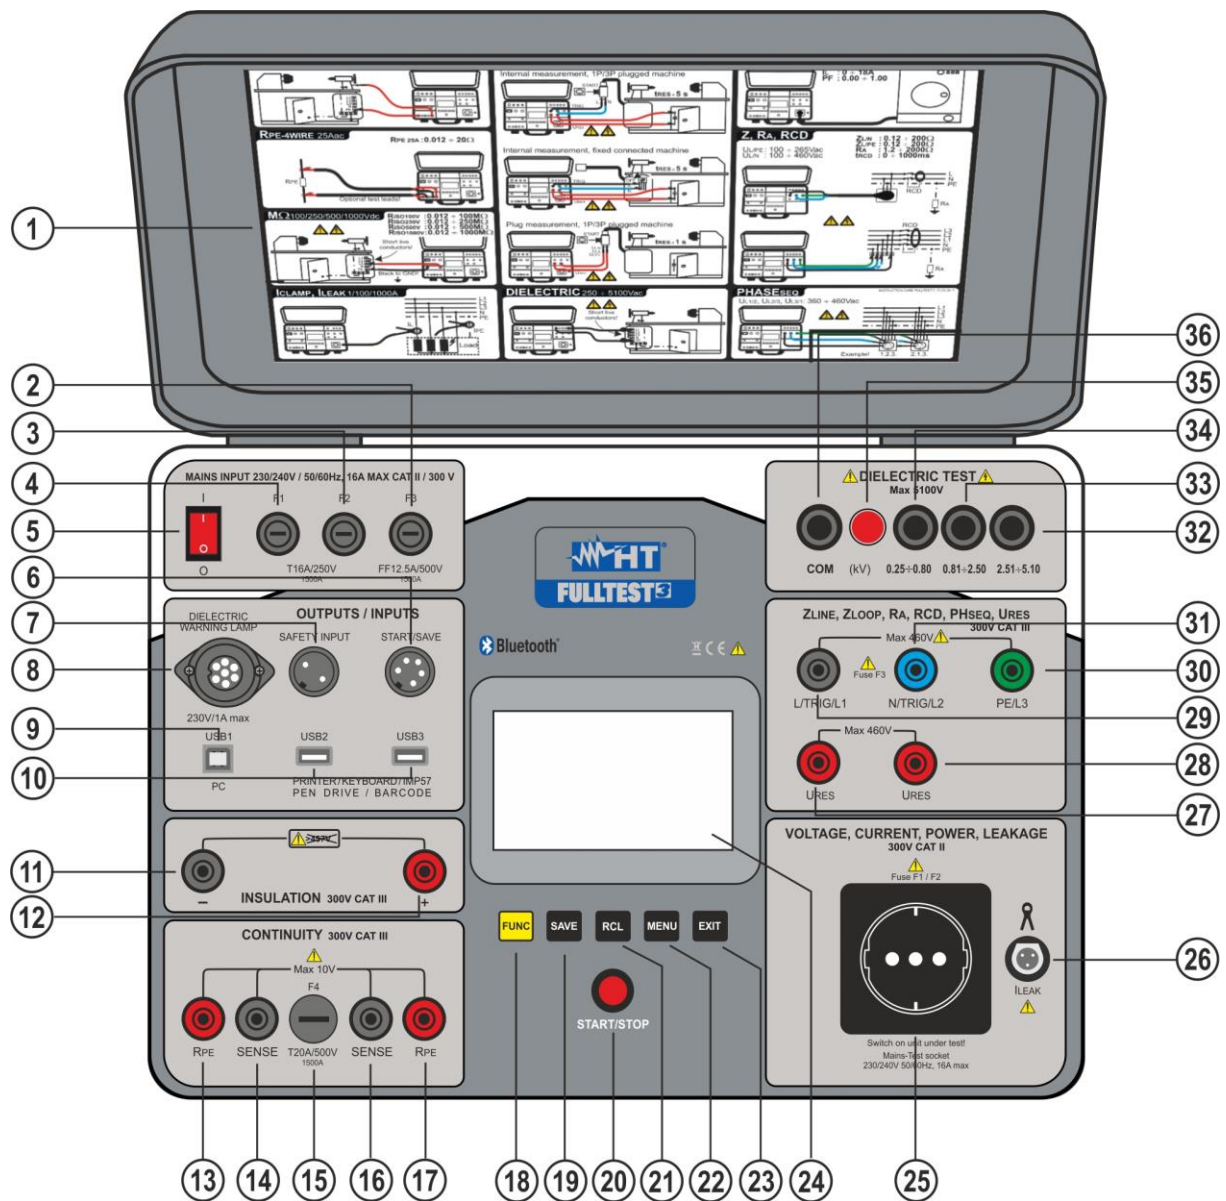

Fig. 2: Descrizione dello strumento
2. Accendere lo strumento tramite il tasto **ON/OFF** (vedere Fig. 2 – parte 5)
3. Lo strumento esegue il caricamento del Firmware (FW) (circa 30s) e mostra l'ultima videata di misura utilizzata. Un segnale acustico è emesso appena lo strumento è pronto per le misure